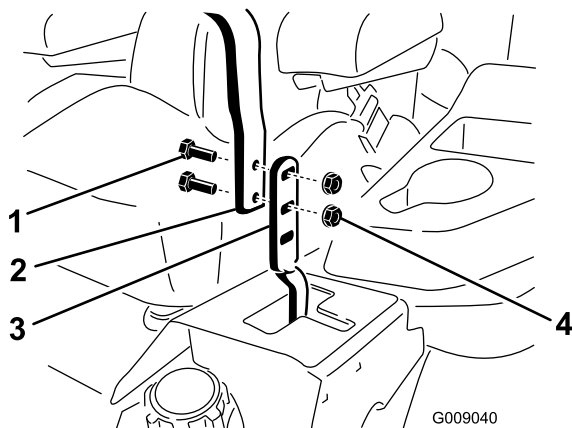

Figura 62
3. Allentate i bulloni e i dadi delle flange montati sulle leve (Figura 62).